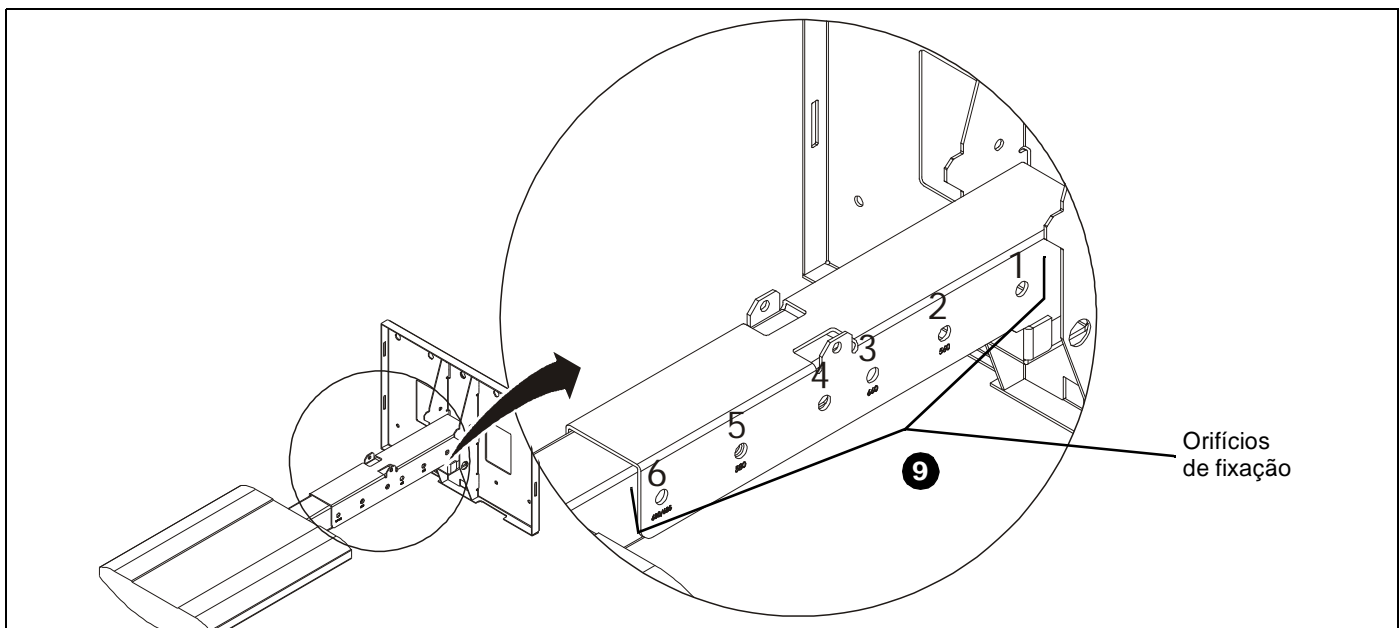

Figura 3
Veja a Figura 3 para o posicionamento do braço articulado
9. Prenda o braço articulado na placa SMART utilizando o equipamento que vem junto com o sistema do braço da placa SMART do projetor. (Ver Figura 3)